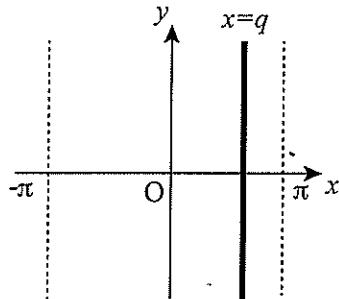

図1 太線： z が動く直線 $x = q$
- (b) 図1のように、 z が z 平面上で直線 $x = q$ (q は実数で $-\pi < q < \pi$ かつ $q \neq 0$) 上を動くとき、 ω は ω 平面上で曲線を描く。(a) の結果をふまえ、 ω が描く曲線をその特徴が分かるように、 q の値を場合分けして図示せよ。